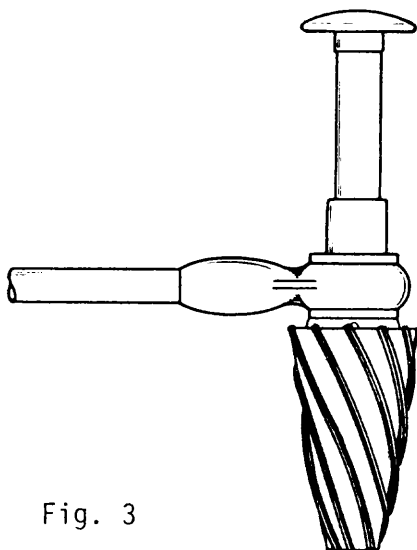

Fig. 3
3. Escariadores de estrías rectas en forma de navaja, (fig. 3), utilizados en materiales livianos como el cobre, bronce y aluminio.